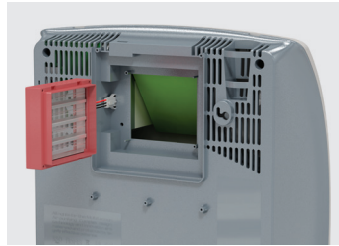

Рисунок 9
- Подключите нагревательный элемент к разъему "мама" в приборе. Убедитесь, что соединение мама-папа надежно зафиксировано (рис. 9).